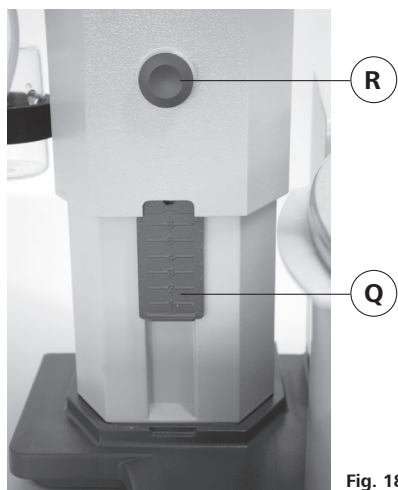

Fig. 18
- ☞ Para ajustar el elemento de tope (Q), pulse el botón central (R) en el lado delantero del elevador (fig. 18).